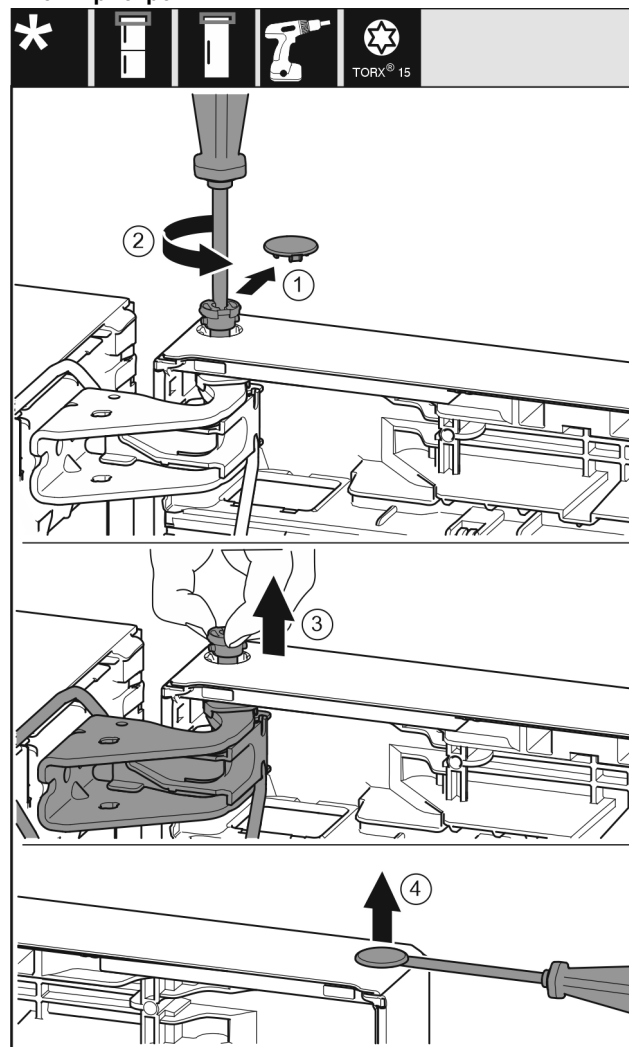

Fig. 22
- ▶ Обережно зніміть запобіжну кришку. Fig. 22 (1)
- ▶ Трохи викрутіть гвинт за допомогою викрутки T15. Fig. 22 (2)
- ▶ Притримуйте дверцята і витягніть палець руками. Fig. 22 (3)
- ▶ За допомогою шлицевої викрутки обережно підійміть пробку із опорного втулка дверцят та витягніть її. Fig. 22 (4)